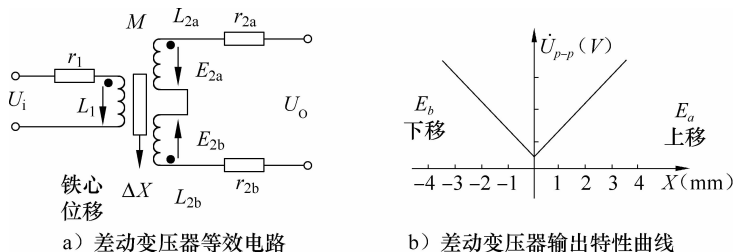

图 14-33 差动变压器等效电路及输出特性曲线
3. 图 14-33 为螺线管式差动变压器等效电路结构示意图, 请分析并回答下列问题: